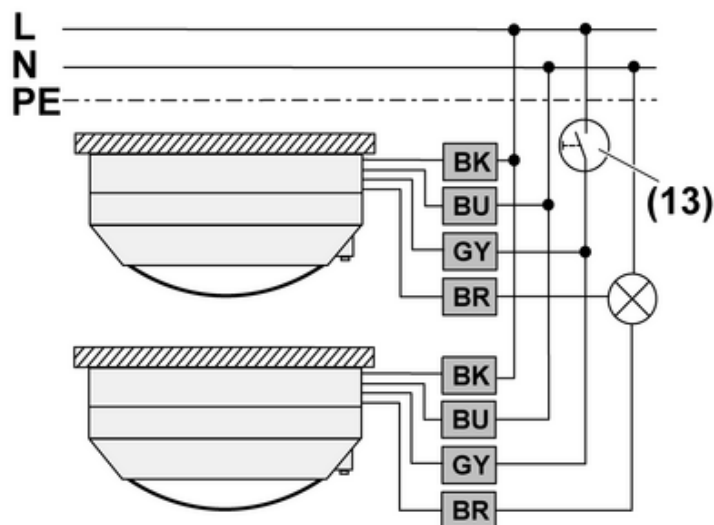

Bild 7: Anschlussplan Parallelschaltung
- Präsenzmelder nach Anschlussplan anschließen (Bild 7).
- Optional Installationstaster (13) an alle Präsenzmelder anschließen (Bild 7). Dieser wird nur benötigt, wenn auch eine manuelle Bedienung gewünscht ist.